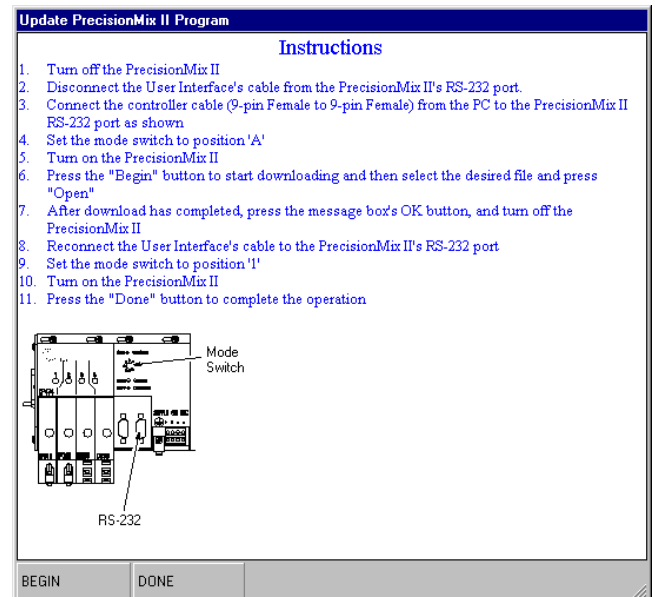

Fig. 13.30
2. Aparecerá una ventana de instrucciones para actualizar el programa PrecisionMix II. Vea la Fig. 13.30.
6. Para comenzar la actualización, pulse el botón BEGIN de la ventana de instrucciones. Vea la Fig. 13.30.